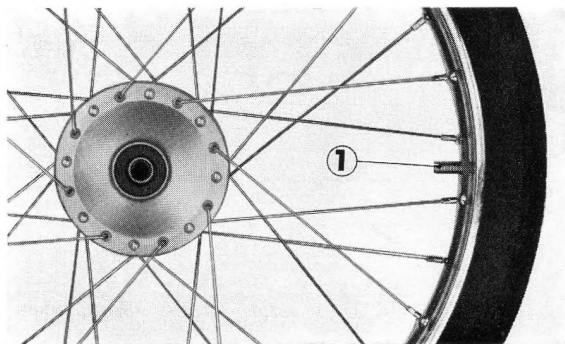

Figure 4-7: ① valve
- b) La valve doit être dirigée exactement vers le moyeu, sinon il y aurait une fuite d'air à la base de la valve (figure 4-7).